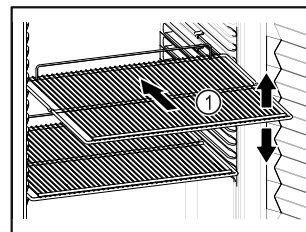

Fig. 59 Esimerkkikuva
- ☐ Sovita siirrettävät ritilätasot Fig. 59 (1) korkeuden mukaan.